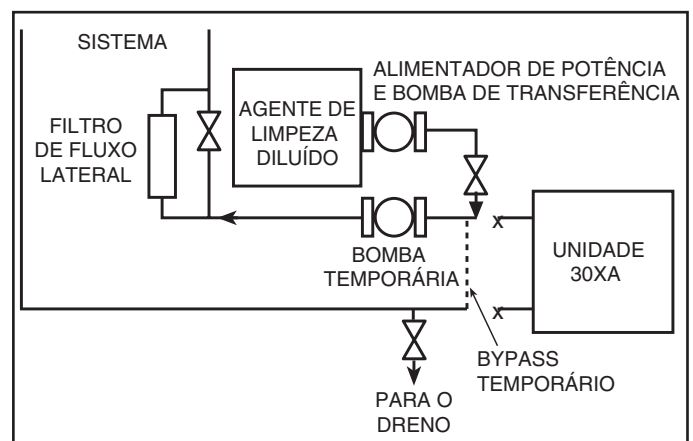

Fig. 23 - Limpeza Utilizando um Filtro de Fluxo Lateral
- c. Um filtro de fluxo lateral é recomendado (veja a Fig. 23 durante o processo de limpeza). A vazão lateral do filtro deve ser suficiente para filtrar o todo o volume de água a cada 3 a 4 horas. Troque os filtros com frequência conforme necessário durante o processo de limpeza.